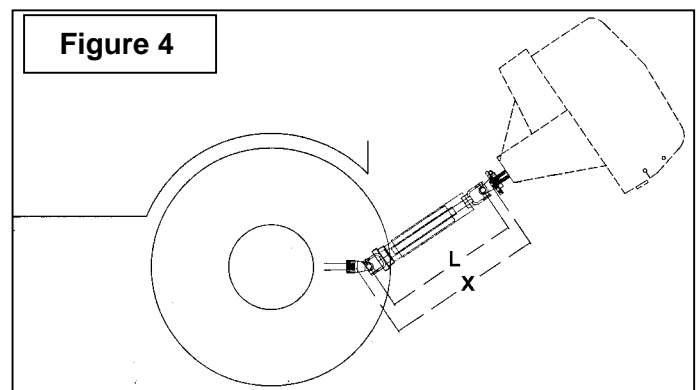

Figure 4
1. Pour déterminer la longueur "L" de votre modèle de tracteur, il faut d'abord trouver le facteur "X" en mesurant la distance horizontale entre le bout de l'arbre de commande du tracteur et le bout de l'arbre entraîné lorsque la souffeuse est en position de transport tel qu'illustré à la Figure 4.